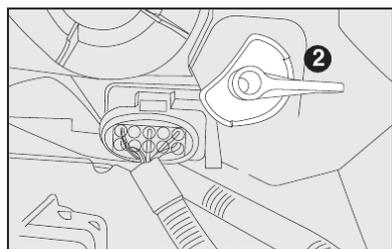

fig. 108
**Posição 2-fig. 108** - com veículo com carga completa.